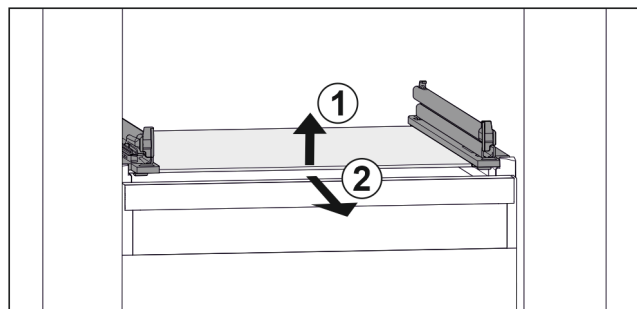

Fig. 111 Eksempel på fremstilling av glassplaten
- Løft opp glassplaten foran. Fig. 111 (1)
- Ta ut glassplaten fremover. Fig. 111 (2)